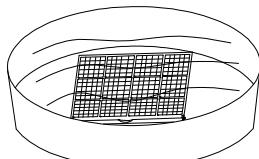

Figure 17
(3). Mettez le cadre du filtre de l'évaporateur, le cadre du filtre du condenseur, la grille du filtre de l'évaporateur et la grille du filtre du condenseur dans de l'eau chaude (environ 40 °C) dans laquelle un nettoyant neutre est ajouté pour le nettoyage, puis séchez-les à l'ombre (comme illustré à la figure 17).